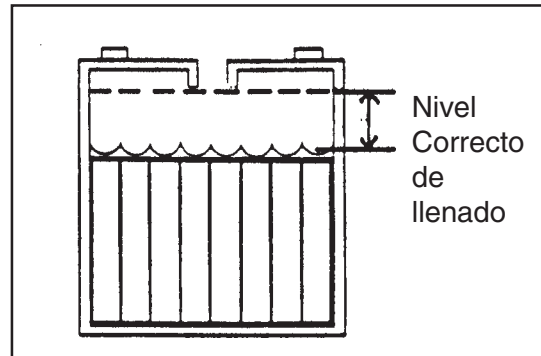

Figura 7
1. Mantenga el electrolito al nivel correcto. El nivel correcto se encuentra entre 1/4" (1/2 cm) por debajo del fondo del tubo en cada elemento y por encima de las partes superiores de las placas. Verifique el nivel del electrolito cada vez que cargue las baterías. Consulte la figura 7.